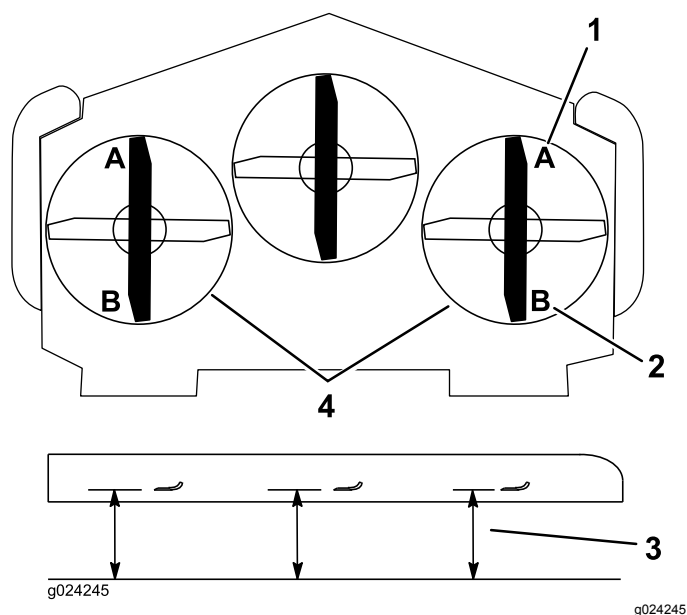

Figura 85
8. Su ambo i lati del piatto di taglio, misurate dalla superficie piana all'estremità anteriore della lama (posizione A), come illustrato nella Figura 85.
13. Su ambo i lati del piatto di taglio, misurate dalla superficie piana all'estremità posteriore della lama (posizione B), come illustrato nella Figura 85.